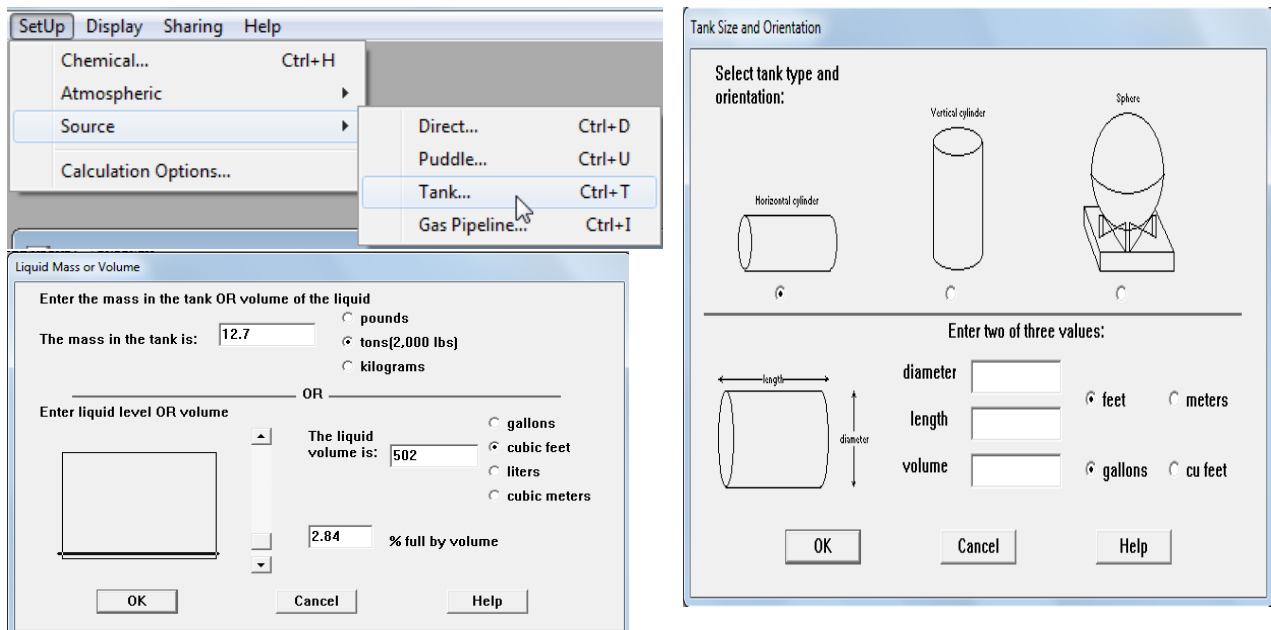

Рисунок 1.10 – Резервуар
– Tank/Резервуар (рис.1.10). Циліндричний або сферичний резервуар на рівні ґрунту з одним отвором або клапаном з витоком. Резервуар може містити рідину, газ під тиском або газ, зріджений при тиску.